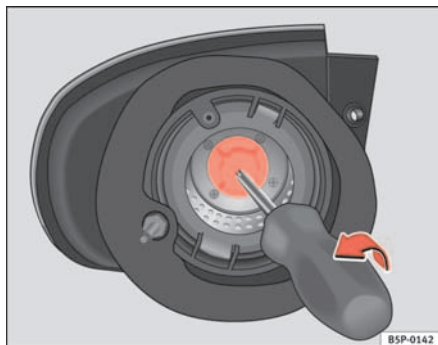

Abb. 184 Blinklicht
- Die Fassung des Blinkers mit einem Schraubenzieher in Pfeilrichtung herausnehmen (siehe ⇒ Abb. 184)